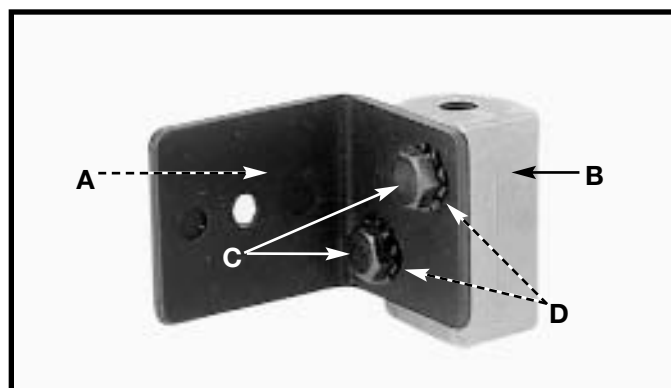

Fig. 9
2. Fixer le support du couteau séparateur (A) fig. 9 au support du couteau séparateur (B) à l'aide de deux vis à tête hexagonale de 1/4-20x1/2 po (C) et deux rondelles à denture extérieure de 1/4 po (6,4 mm) (D).